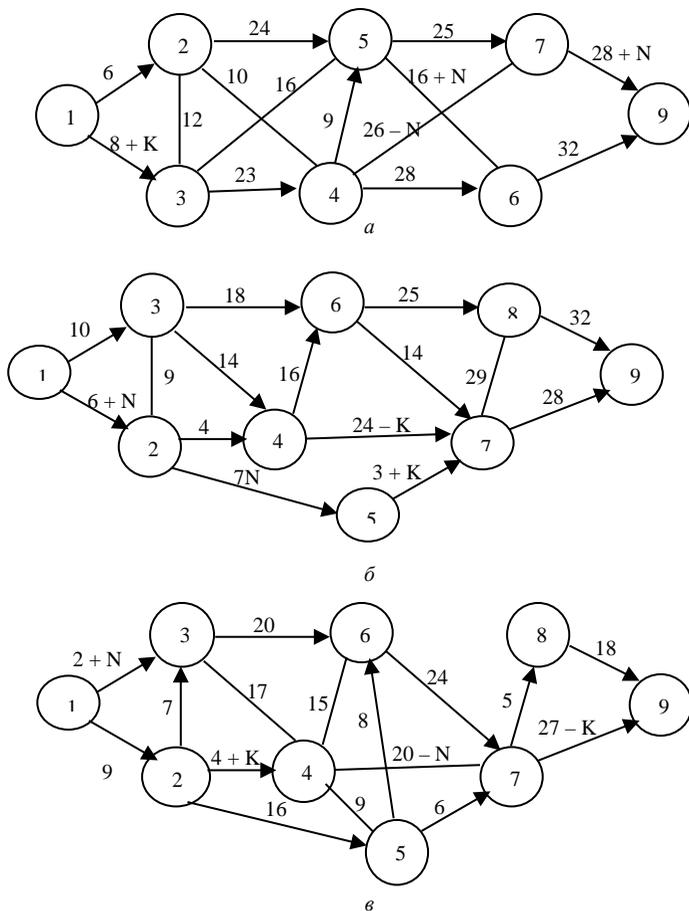

Рис. 3.16. Сеть дорог для определения максимального потока
**Задача 3.14.** Необходимо обосновать максимальную пропускную способность потока зерна, поступающего из сельскохозяйственного предприятия на элеватор, используя следующую сеть (рис. 3.16, а–в).